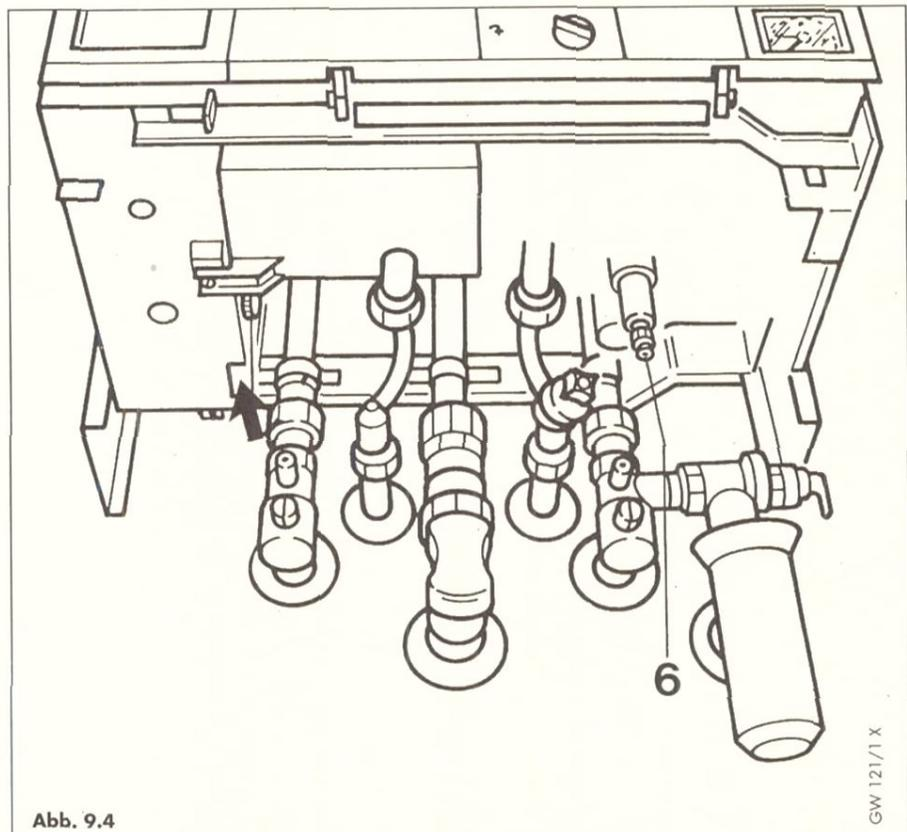

Abb. 9.4
- Entleerungsschraube (6, Abb. 9.4) öffnen.
Legende zu Abb. 9.4